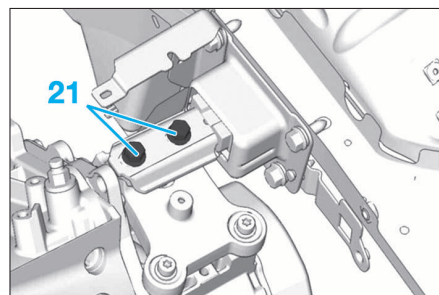

FIG. 97
- les vis (17).
- les vis (20).
- les supports moteur (18) et (19).
- Déposer les (21) (Fig.97).